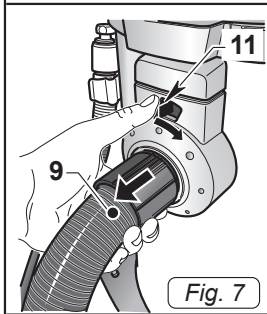

Fig. 7
- Per sganciare il manicotto (9 Fig. 7) spostare la levetta (11 Fig. 7) in senso orario quindi tirare verso l'esterno il manicotto (9 Fig. 7).